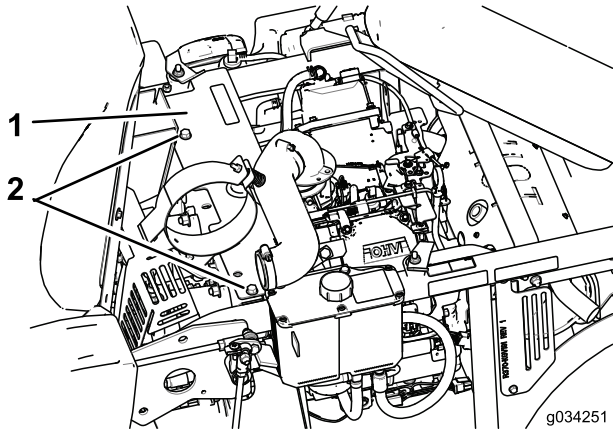

**Figura 31**
3. Afloje la abrazadera que sostiene la manguera y retire el limpiador de aire (Figura 31).